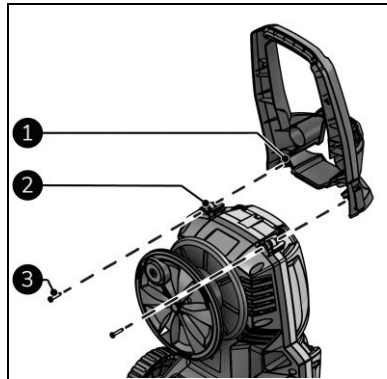

Abbildung 7
1. Befestigen Sie den Griff (Abbildung 7, Pos. 1) am Hauptkörper (Abbildung 7, Pos. 2) mit beiden ST4.8x24 Schrauben (Abbildung 7, Pos. 3).